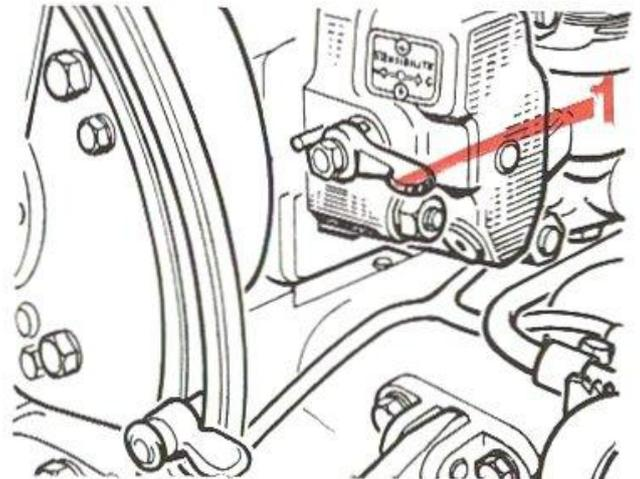

FIG. 48
— Réglage de la sensibilité à l'aide de la petite manette (1) fig. 48 située à droite du distributeur.